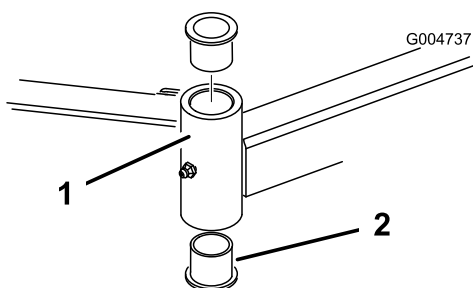

Figura 80
4. Inserte un botador fino en la parte superior o inferior del tubo de montaje y dé golpes hasta retirar el casquillo del tubo (Figura 80). Retire también el otro casquillo del tubo. Limpie el interior de los tubos para eliminar toda suciedad.